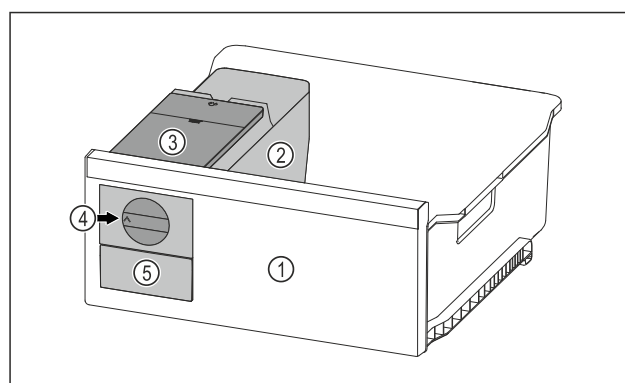

Fig. 97 Immagine a titolo di esempio
- Ruotare la manopola Fig. 97 (4) verso destra finché non si arresta.
- I cubetti di ghiaccio cadono dalla ciotola dei cubetti di ghiaccio nel cassetto dei cubetti di ghiaccio Fig. 97 (5). Se non tutti i cubetti di ghiaccio fuoriescono dalla ciotola dei cubetti di ghiaccio: